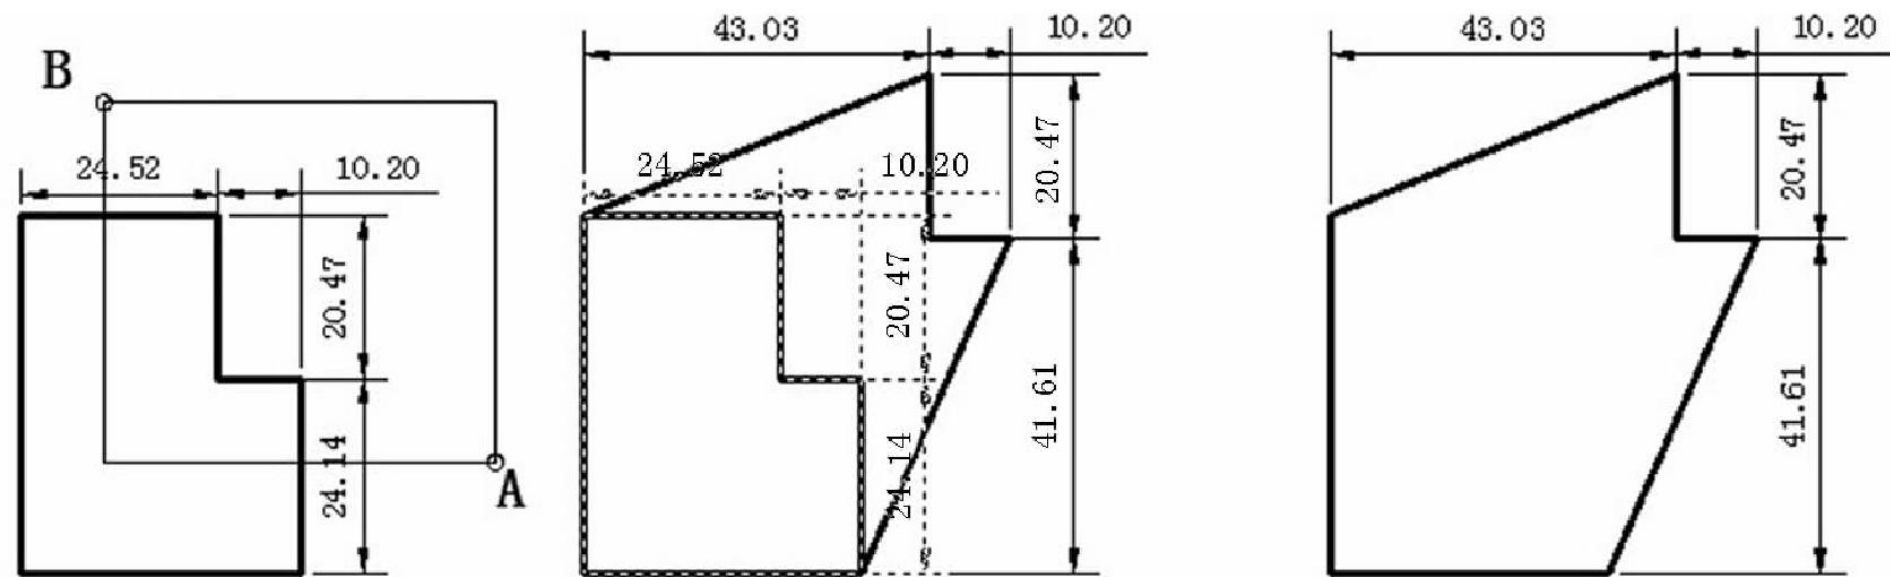

图 3-23 对关系型尺寸标注线的拉伸操作
(2) 对关系型尺寸线的拉伸会导致尺寸标注值也跟着变化，如图 3-23 所示。